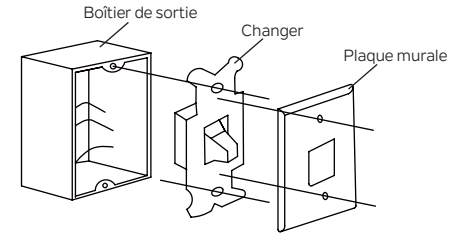

Fig. 15
**Étape 1.** Retirez la plaque murale existante et l'ancien interrupteur de la boîte de prise murale. Débranchez les fils. (Fig. 15)